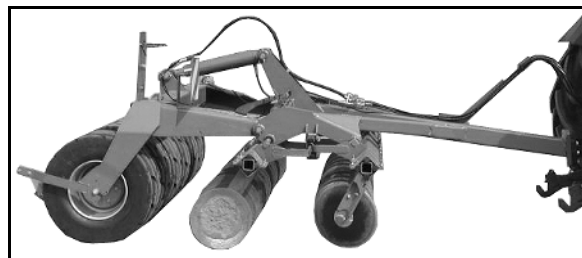

Bild 28
- Sänk båda tallriksraderna helt (Bild 28).